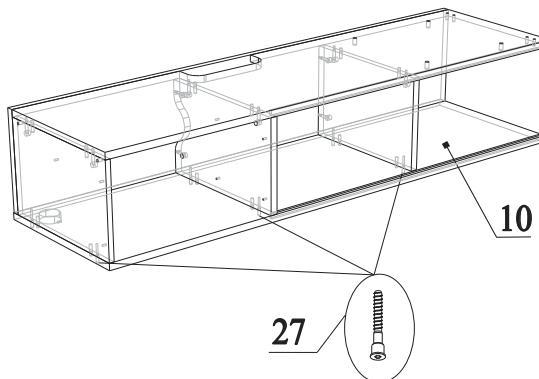

Рис.19
44. Соединить детали 6, 7 и 8 с деталью 10, закрутив конфирматы 27 (рис.19);